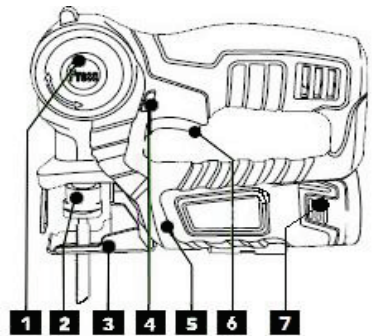

Рис. 1
Чтобы снять аккумулятор, нажмите на кнопки фиксатора аккумулятора (7; рис.1) и вытяните его по направлению стрелки из инструмента.
1. Нажмите и удерживайте пилкодержатель (2; рис.1).